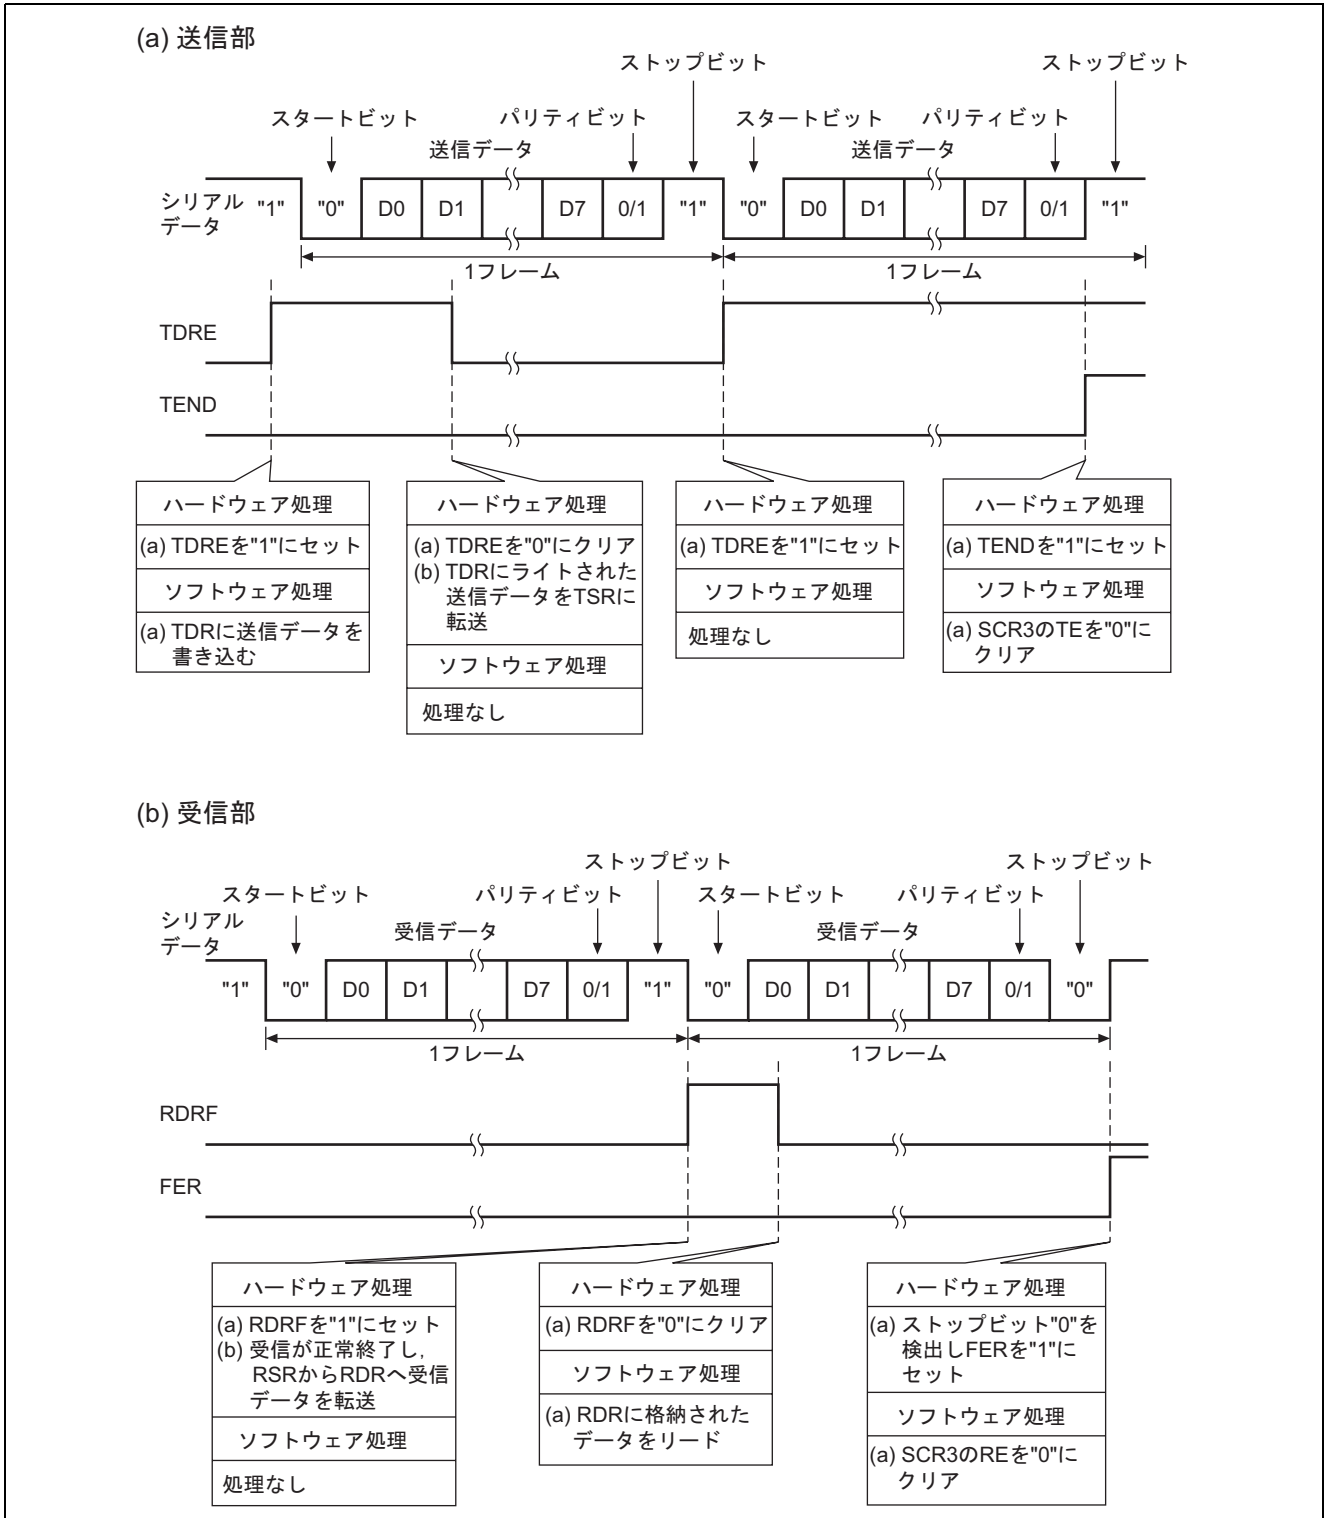

図4 調歩同期式シリアルデータ同時送受信の動作説明
(1) 図4に動作説明を示します。図4に示すようなハードウェア処理, およびソフトウェア処理により調歩同期式シリアルデータ同時送受信を行ないます。